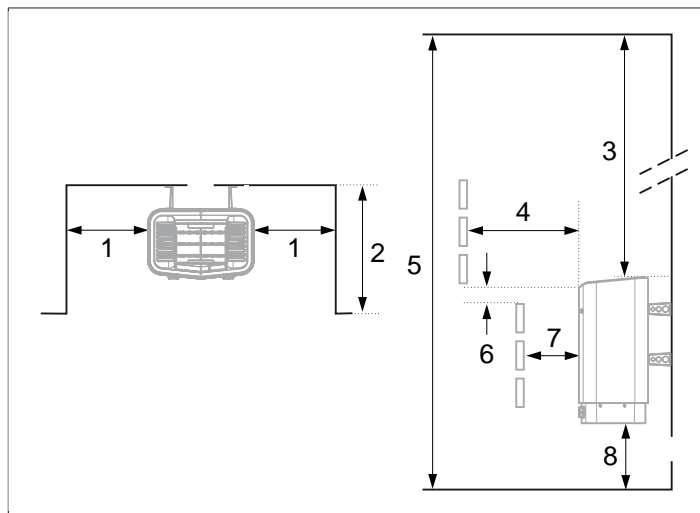

Rysunek 2: Umieszczenie pieca do sauny – montaż standardowy
- W bezpiecznej odległości od podłogi, ścian bocznych i elementów wyposażenia (patrz **Rysunek 2**, Strona 2).